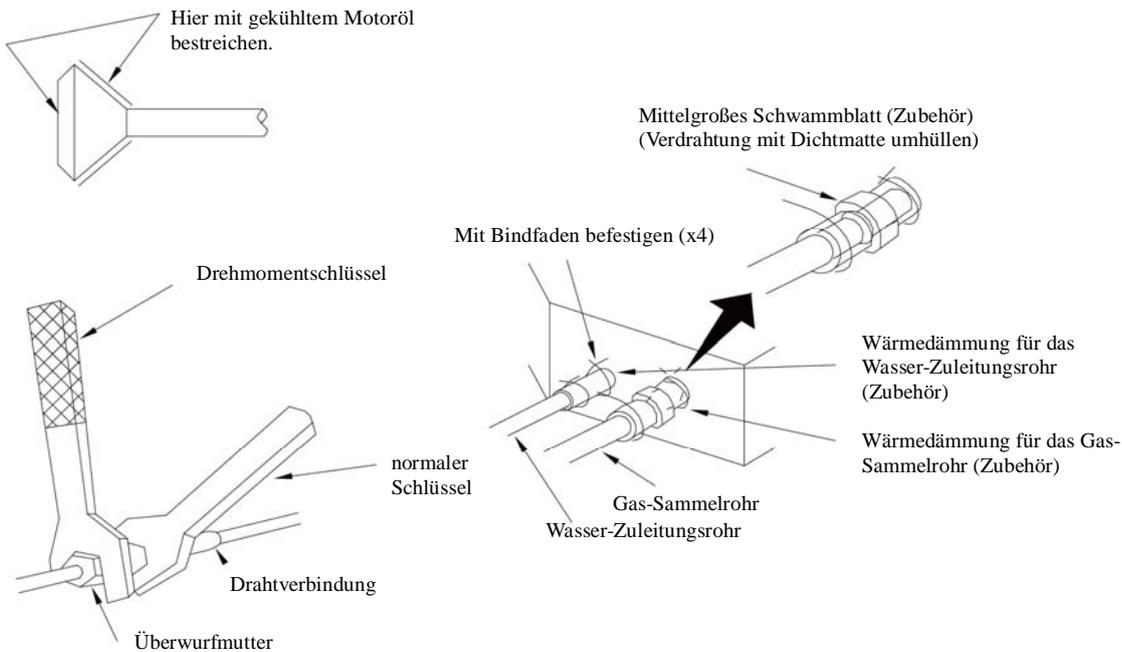

Abb. 22
- Zum Anschließen oder Lösen des Rohres verwenden Sie bitte einen normalen sowie einen Drehmomentschlüssel, wie im Bild 22 dargestellt.
- Überprüfen Sie das Verbindungsrohr auf Gasleck, und dann installieren Sie die Wärmedämmung gemäß Abb. 22.